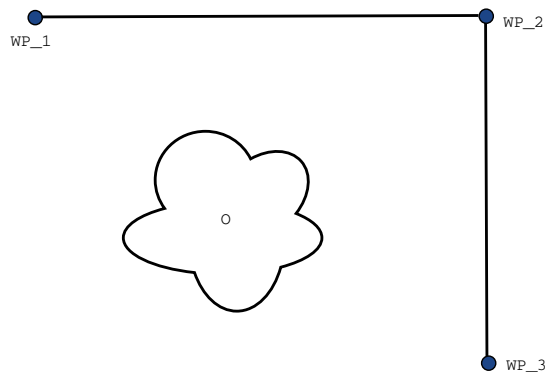

Figura 14.2: WP\_1: posizione iniziale, WP\_2: punto intermedio, WP\_3: posizione di pick-up, O: ostacolo.
**Esempio** Prendere in considerazione come esempio un'applicazione di presa e posizionamento (vedi figura 14.2), in cui il robot si trova nel punto percorso 1 (WP\_1) e deve prelevare un oggetto nel punto percorso 3 (WP\_3). Per evitare collisioni con oggetti o altri ostacoli (O), il robot deve avvicinarsi a WP\_3 nella direzione proveniente dal punto percorso 2 (WP\_2). Pertanto, vengono introdotti tre punti percorso per creare un percorso in grado di soddisfare i requisiti.